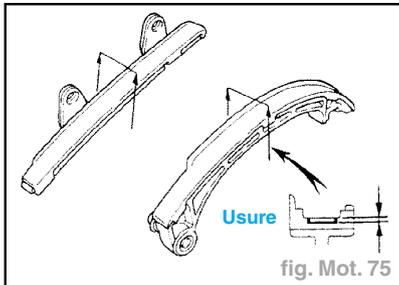

fig. Mot. 75
- Vérifier la glissière du tendeur de chaîne et de l'amortisseur de vibrations (fig. Mot. 75).